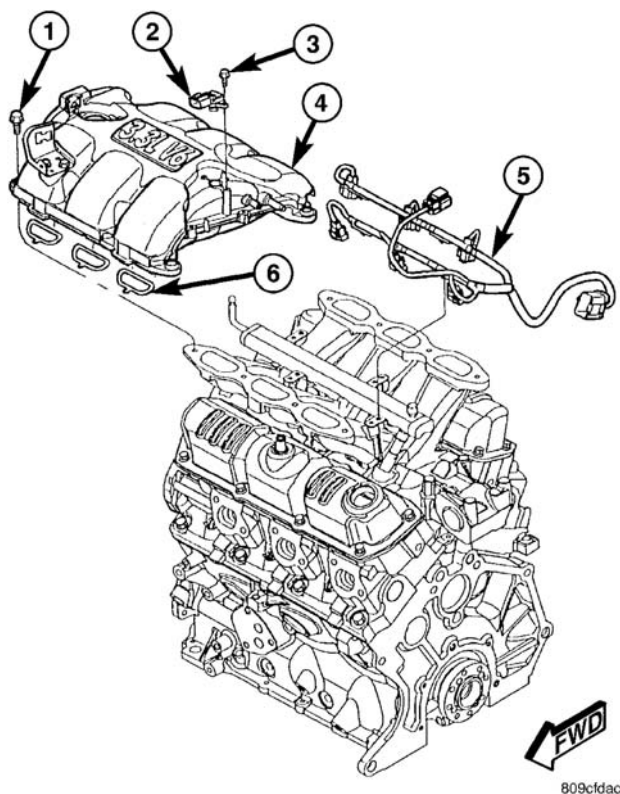
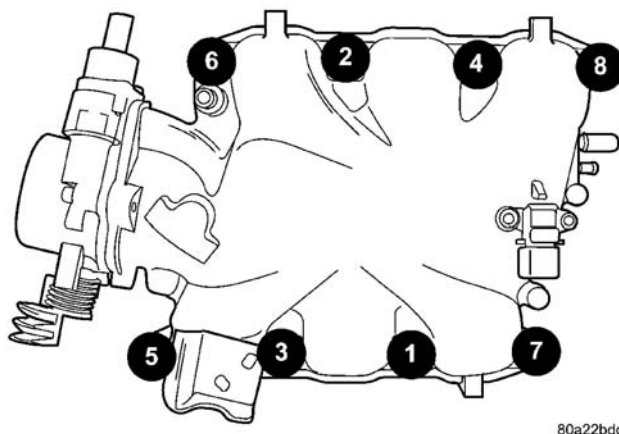

图 123 进气歧管-顶部
图 124 上歧管紧固顺序
进气系统由一个上和下进气歧管组成。上进气歧管是为 3.3L 发动机和 3.8L 发动机组合的（图 123）。下进气歧管在两个发动机之间通用（图 127）。它还在气缸盖之间提供冷却液并将软管连接至冷却液恒温器（图 127）。
- （12）卸下进气歧管螺栓并卸下歧管（图 123）。
(2) 卸下下进气歧管上的遮盖物，清洁表面。
(3) 检查歧管垫片状况。若垫片未损坏可重复使用。为替换，从上歧管卸下垫片（图 123）。在密封通道置定新的垫片和轻轻地按压到位。为每个垫片置定重复程序。
(4) 将上歧管置定在下歧管上（图 123）。按（图 124）中拧紧顺序安装和紧固螺栓至 12N.m (105in.lbs.)。